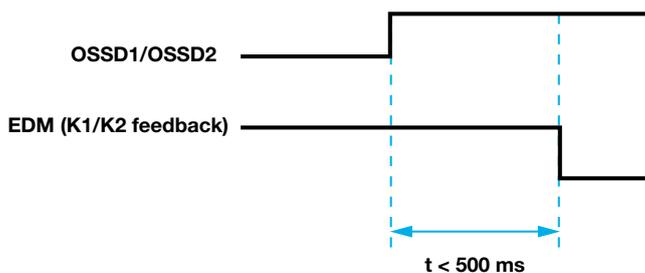

Fig. 6-e
**i** Le temps qui doit s'écouler entre l'activation des sorties OSSD et l'ouverture des contacts FBK doit être  $t < 500$  ms (« Fig. 6-e »).